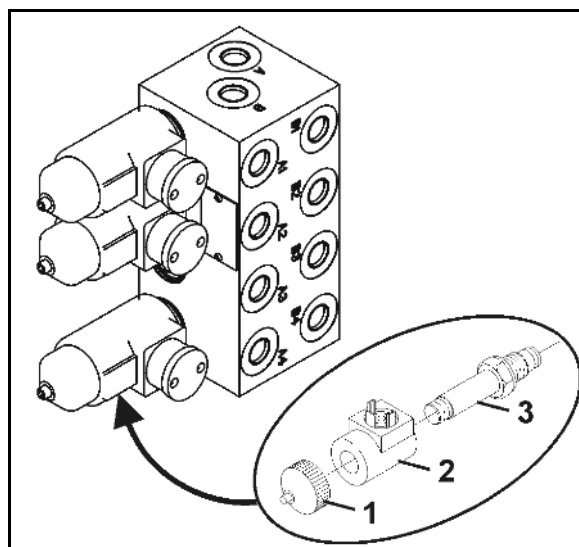

Рис. 97
1. Отверните конусный смазочный ниппель (Рис. 97/1) в соединительной вилке (Рис. 97/2) карданного вала – через отверстие гофрированного защитного кожуха.
2. Отсоедините срезной болт (Рис. 97/4) между фланцем вилки (Рис. 97/3) карданного вала и фланцем первичного вала редуктора.